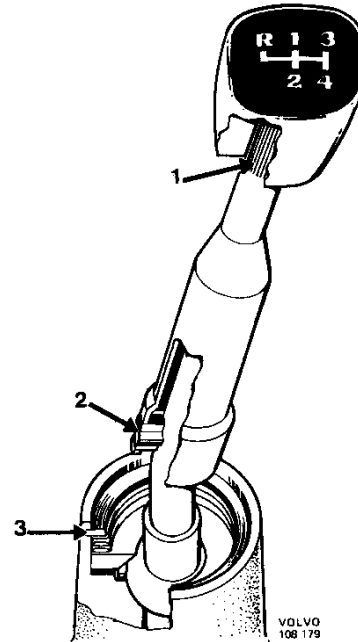

Abb. 4-2 Getriebeschalthebel
Der Schaltknopf ist jetzt über einen Keilnutenverband (1, Abb. 4-2) auf dem Getriebeschalthebel befestigt. Ober- und Unterteil des Getriebeschalthebels sind durch eine Brechbolzenkupplung (2) miteinander verbunden. Durch diesen Verband kann das Schaltbild am Schaltknopf nicht verdreht werden. Die Einlagerung des Schalthebels im Schaltdeckel ist ebenfalls geändert worden, um den Schalthebel leichtgängiger zu machen. Gleichzeitig ist anstelle der Mutternsicherung ein inwendiger Sicherungsring (3) eingeführt worden.